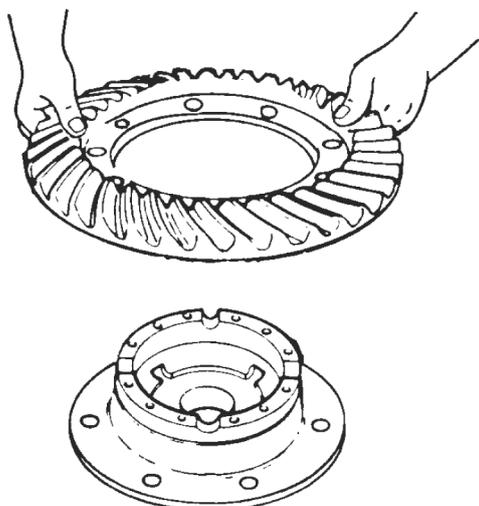

Figura 76
- C- Instale a coroa na caixa dos satélites metade flange. Se a coroa não assentar satisfatoriamente, repita o passo 2 (figura 76).